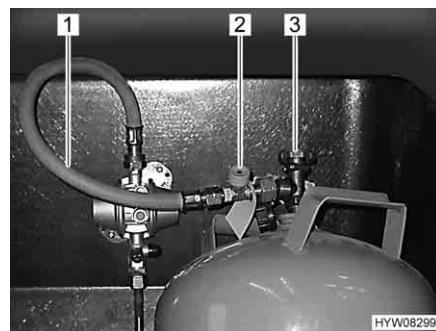

Fig. 67 Raccordo bombola del gas
- Chiudere la valvola principale di arresto (Fig. 67,3) della bombola del gas. Osservare la direzione della freccia.
- Svitare manualmente il tubo del gas (Fig. 67,1), dalla bombola del gas (filettatura sinistrorsa).
- Premere con forza il dispositivo antirottura della tubazione (Fig. 67,2 o Fig. 68,3) e tenerlo premuto per ca. 5 secondi.